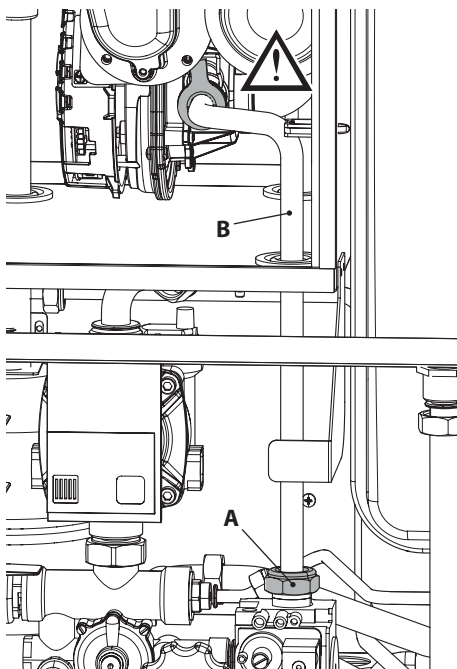

Figura 8.1
- Svitare il girello **A** ed estrarre il tubo del gas **B** (Figura 8.1).
Attenzione per rimontare eseguire le operazioni effettuate in senso inverso, stando attenti a non rovinare la guarnizione OR del tubo gas quando si inserisce il tubo nel mixer aria/gas ed eseguire la prova di tenuta gas dopo aver stretto il girello del tubo gas (Figura 8.1).